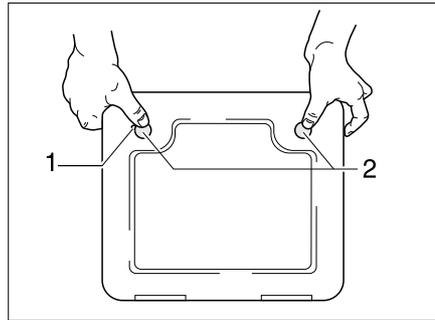

Bild 249 Klappe für die Toiletten-Kassette
- Die Klappe für die Kasette außen am Fahrzeug öffnen. Dazu den Schlüssel in den Schließzylinder des Druckschlösses (Bild 249,1) stecken und eine viertel Umdrehung drehen.
- Beide Druckschlösser (Bild 249,2) gleichzeitig mit dem Daumen drücken und die Klappe für die Kasette öffnen.